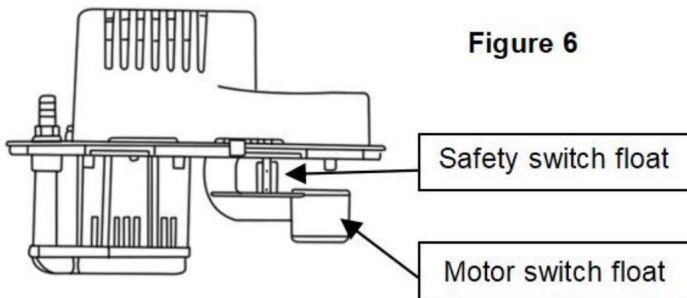

Figure 6
2. Zorg ervoor dat de vlotters vrij kunnen bewegen. Reinig indien nodig (Afbeelding 6).
3. Test de motorschakelaar door de vlotter van de motorschakelaar met een vinger omhoog te tillen (Afbeelding 6). Motor